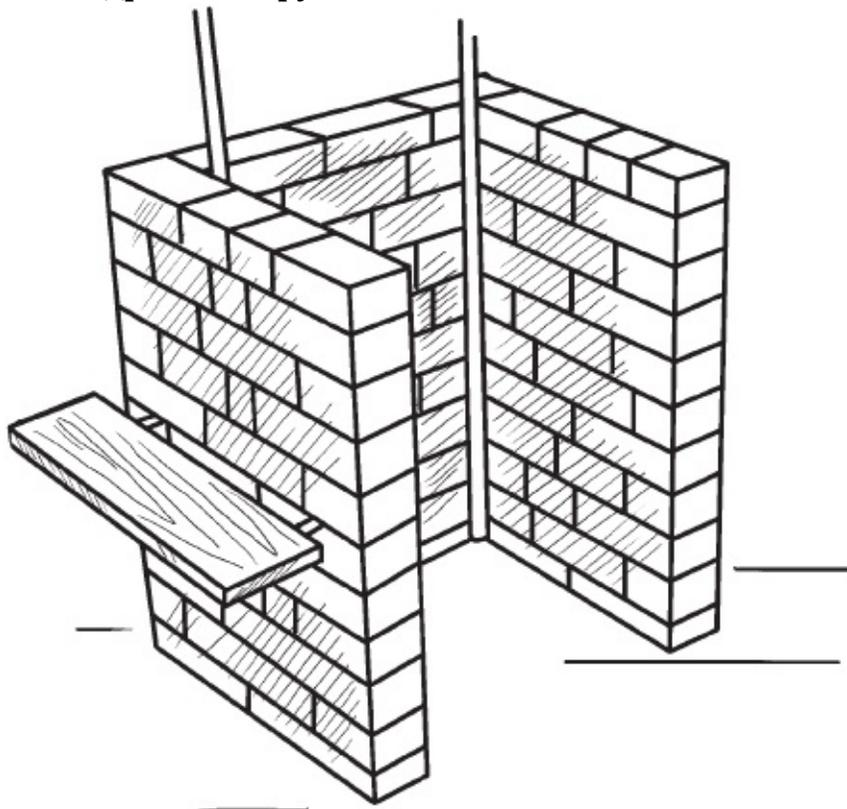

Рис. 72. Кирпичные стенки гриля
5. Как только будут уложены 10 рядов кирпича, на передние кирпичи правого отсека поместите 2 отрезка тавра (они должны опираться на кирпичи примерно на 30–50 мм), которые станут опорой для облицовочного кирпича. Причем с внутренней стороны оставьте примерно 1,5 см, на которые позже лягут доски стола. Последние не должны укладываться вплотную друг другу, между ними следует оставлять небольшой зазор (так называемый деформационный шов). В результате у вас должна получиться такая конструкция, как показано на рис. 72.